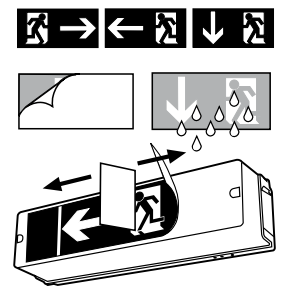

ABB. 7
**HINWEIS:** Das Installationsdatum ist auf dem Typenschild des Akkus zu vermerken. Die Notleuchten werden mit entladenen Akkus geliefert und müssen für mindestens 20 h am Netz angeschlossen sein, um die volle Funktionsfähigkeit zu erreichen (**Abb. 7**).
Bei Unterschreitung der Notlichtdauer von 40 Min. bei der 1 Stunden Version oder 120 Min. bei der 3 Stunden Version müssen die Akkus gewechselt werden. Nur Original-Akkus des Herstellers verwenden. Der Original-Akkusatz ist mit einem verpolensicheren Stecksystem ausgerüstet. Auf dem neuen Akkusatz das Installationsdatum vermerken (**Abb. 7**).